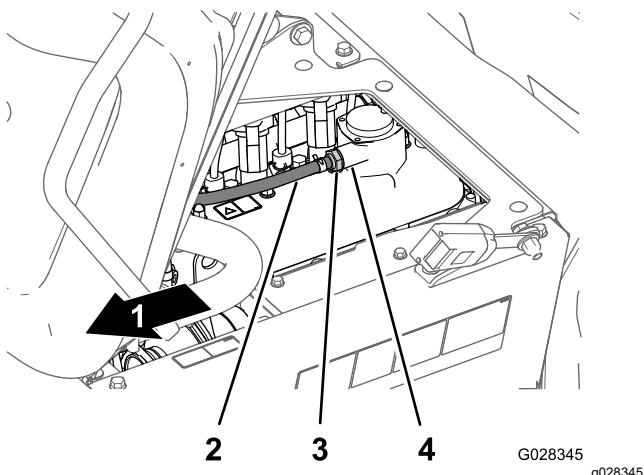

Figure 69
2. Déposez le clapet PCV du raccord sur le couvre-culasse (Figure 69).
Remarque: Si l'ajutage interne du clapet PCV cliquette, alors le clapet est réparable ; dans le cas contraire, remplacez le clapet (Figure 69).
4. Insérez le clapet PCV jusqu'à ce qu'il soit complètement engagé dans le joint du raccord du couvre-culasse (Figure 69).